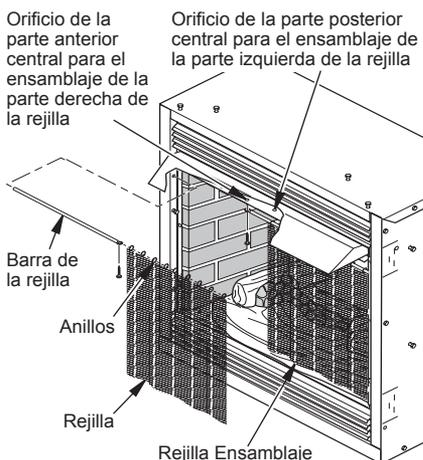

Figura 31 - Instalación de la rejilla
5. Inserte cada barra a través de los 10 anillos localizados en la parte superior de la rejilla (consulte la figura 31).